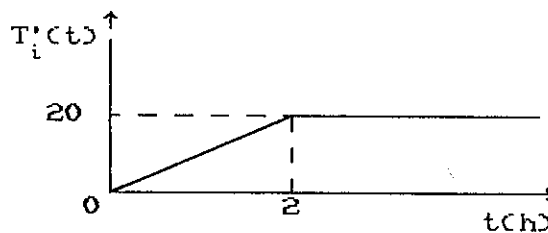

FIGURA IV.3.
a) Admita que $Q(t)$ é mantido constante, mas que $T'_i(t)$ varia conforme a FIGURA IV.3. abaixo: